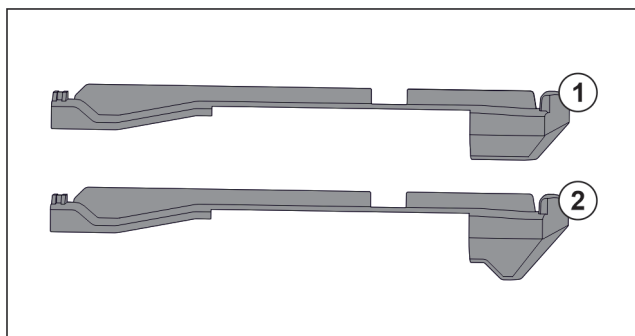

Fig. 18 Porovnání nasazovacích dílů
V přístroji se nacházejí dva různé nasazovací díly. Nasazovací díl nad nejspodnější zásuvkou Fig. 18 (2) má hranu trojúhelníkového tvaru. Všechny ostatní nasazovací díly Fig. 18 (1) mají rovnou hranu.
- ▶ Nasazovací díl Fig. 18 (2) s hranou trojúhelníkového tvaru připevněte nad nejspodnější zásuvkou.
- ▶ Nasazovací díl Fig. 18 (1) s rovnou hranou připevněte na všech ostatních místech.